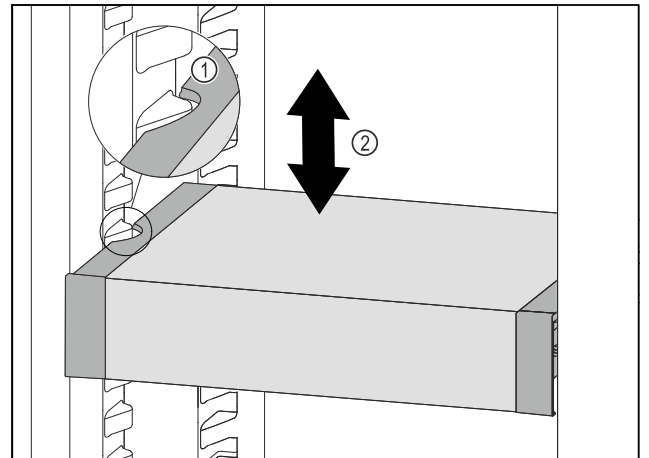

Fig. 133
- ▶ Tire del VarioSafe hacia delante hasta que los huecos laterales del VarioSafe se encuentren a la altura de la nervadura del recipiente en el compartimiento del frigorífico. Fig. 133 (1)
- ▶ Mueva el VarioSafe hacia arriba o hacia abajo en el compartimiento del frigorífico hasta alcanzar la altura deseada. Fig. 133 (2)